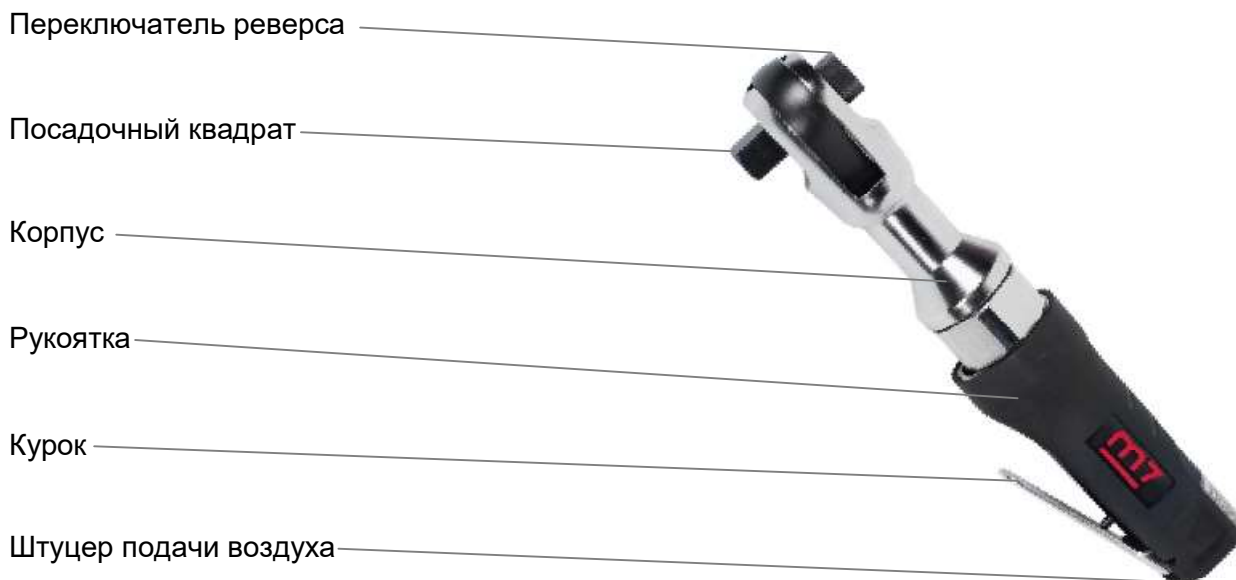

Рис. 1
- Управление трещоткой осуществляется с использованием пускового курка (Рис. 1), который находится под указательным пальцем. При нажатии на курок сжатый воздух поступает в рабочую полость двигателя и вращает ротор. Следует учесть, что после того как Вы отпустите курок вращение механизма будет осуществляться некоторое время. В целях безопасности, кладите трещотку после того как она полностью остановилась.
- Режимы «закручивание» (F) и «откручивание» (R) устанавливаются вращением переключателя реверса (Рис.1).